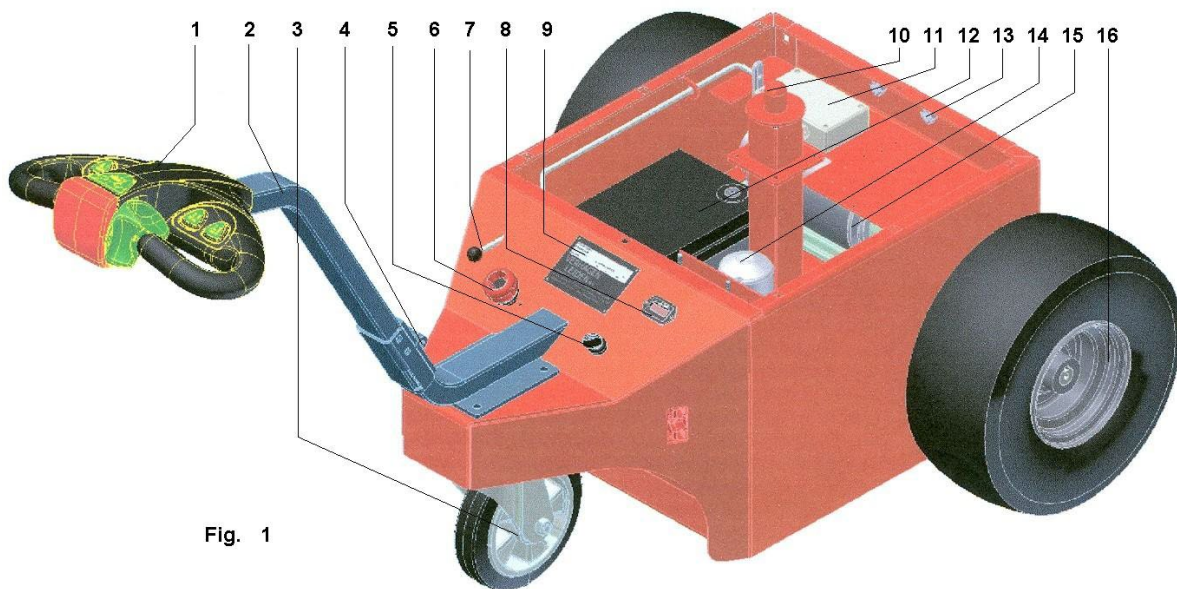

Fig. 1
5.3 Commandes et fonctionnement (voir photo, fig. 1)
La serrure de contact d'allumage (5 fig. 1) permet de couper les batteries. **L'alimentation de la batterie doit toujours être coupée avant de procéder à l'entretien du Multi-Mover XL50.**